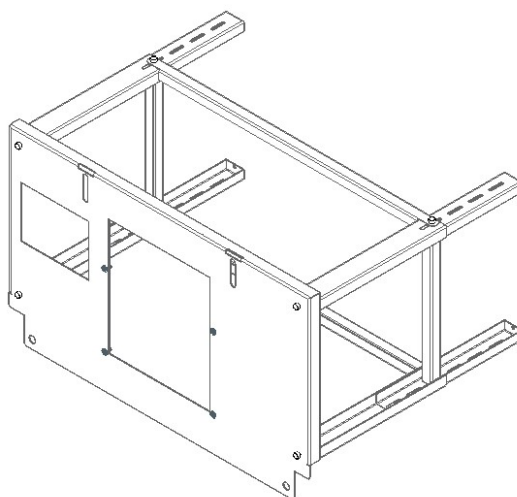

Figura 4 – Montaje de la mesa auxiliar
3. Debes repetir el proceso para las otras tres patas, Figura 4.